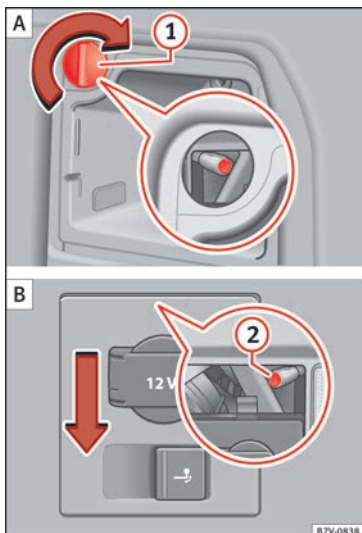

Fig. 114 I siderne i bagagerummet: afmontering af venstre og højre baglygter. ① Sådan trækkes dækkappen af; ② skrue.
4.	Skrue skruen » Fig. 114 ② ud med skruetrækkeren fra bilens værktøj » Side 87. Skruen skal blive sikkert siddende i sin position.